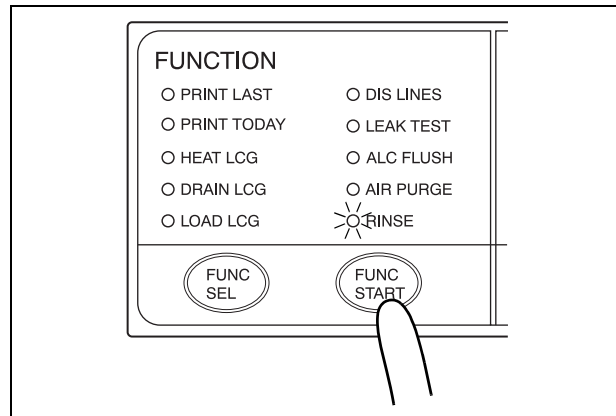

Рис. 7.42
11. Нажмите кнопку FUNC START на вспомогательной панели управления (см. Рис. 7.42).